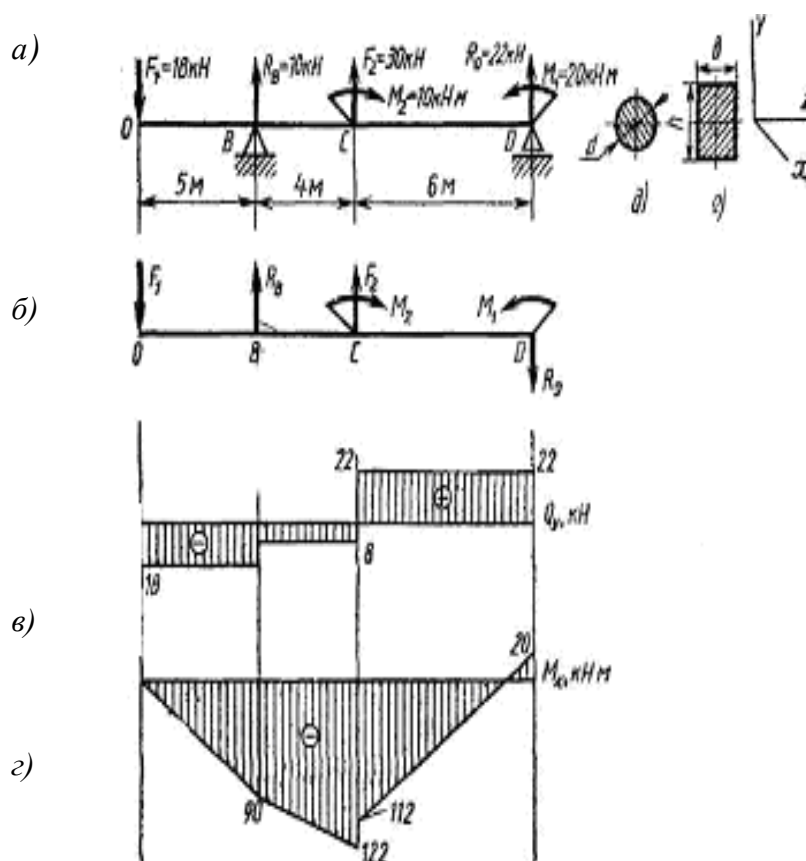

Рисунок 7 – Эпюра поперечных сил и крутящих моментов
*Пример:* Для заданной двухопорной балки (рисунок 7, а) определить реакции опор, построить эпюры поперечных сил, изгибающих моментов и определить размеры поперечного сечения ( $h$ ,  $b$ ,  $d$ ) форме прямоугольника или круга, приняв для прямоугольника  $h/b = 1,5$ . Считать  $[\sigma] = 160$  МПа.
Так как реакция  $R_D$  получилась со знаком минус, то изменяем первоначальное направление на противоположное. Истинное направление реакции  $R_D$  – вниз (рисунок 7, б).
2. Делим балку на участки по характерным точкам  $O, B, C, D$  (рисунок 7, б).
3. Определяем ординаты и строим эпюру  $Q_y$  (рисунок 7, в) слева направо:
4. Вычисляем ординаты и строим эпюры  $M_x$  (рисунок 7, г):
5. Вычисляем размеры сечения данной балки из условий прочности на изгиб по двум вариантам: а) сечение – прямоугольник с заданным соотношением сторон (рисунок 7, е);
б) сечение – круг (рисунок 7, д). Вычисление размеров прямоугольного сечения: